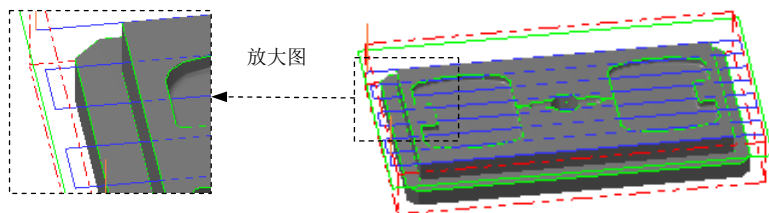

图 20.26 刀具路径
Step5. 设置精加工平行铣削参数。在“曲面精加工平行铣削”对话框中单击 **精加工平行铣削参数** 选项卡，在 **大切屑间距 (M)** 文本框中输入值 10；单击 **间隙设置 (G)...** 按钮，在 **切线的长度** 文本框中输入值 12，然后单击 **✓** 按钮。
Step6. 单击“曲面精加工平行铣削”对话框中的 **✓** 按钮，完成加工参数的设置，此时系统将自动生成图 20.26 所示的刀具路径。